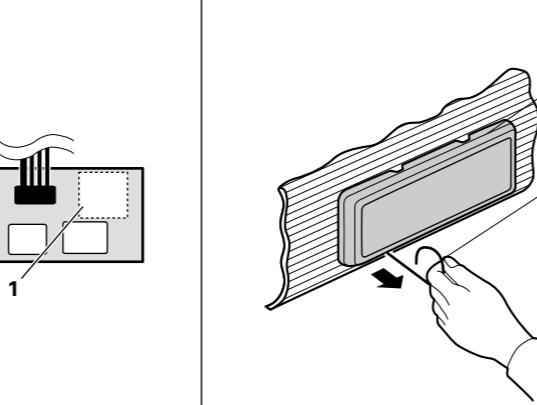

Fig. 2
- The cords must not cover up the area shown in Fig. 2. This is so the amplifiers can radiate freely.
• Los cordones no deben cubrir el área mostrada en la Fig. 2. Esto es necesario para que los amplificadores puedan radiar energía libremente.